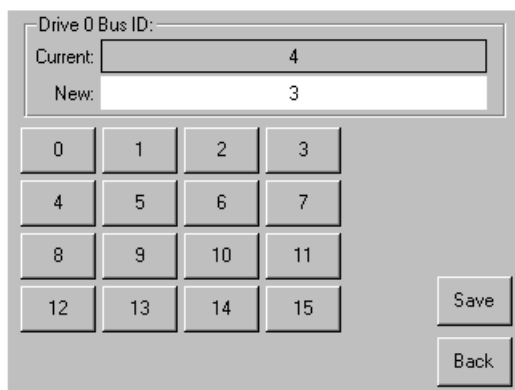

図 20: [Drive 0 Bus ID] 画面
- a. [Drive 0 Bus ID:] の隣にあるボックスを選択します。[Drive 0 Bus ID] 画面が表示されます (図 20 を参照)。この画面には、現在のドライブ 0 のバス ID と、新しく設定するバス ID が表示されます。